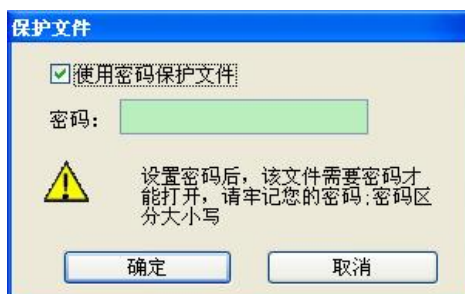

图 7-7 文件保护对话框
- ◆ 双击“工程管理器”中的“文件保护”选项, 弹出如图 7-7 所示对话框: